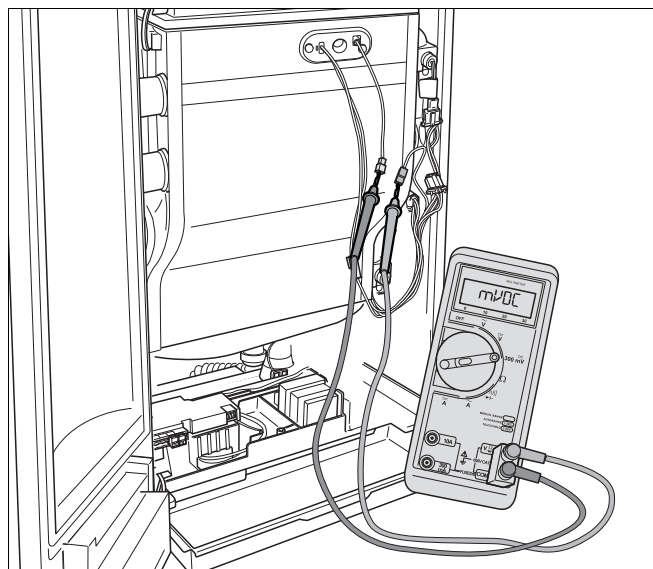

Рис. 89 Измерение тока ионизации
- Подключить измерительный прибор в разрыв кабеля последовательно (рис. 89). Выбрать на измерительном приборе диапазон постоянного тока  $\mu\text{A}$ . Разрешение измерительного прибора должно быть не менее  $1 \mu\text{A}$ .